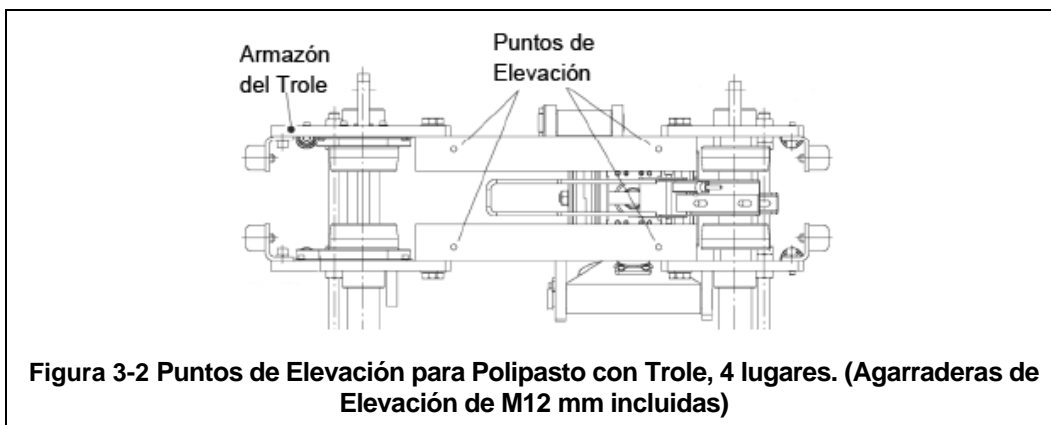
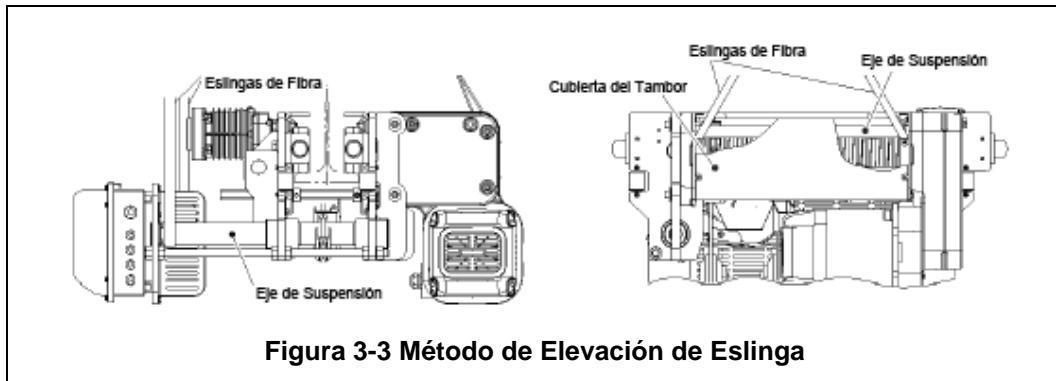

Figura 3-2 Puntos de Elevación para Polipasto con Trole, 4 lugares. (Agarraderas de Elevación de M12 mm incluidas)
Figura 3-3 Método de Elevación de Eslinga
- 3.2.2 Puntos de Elevación – Cuando un pallet no es práctico, el uso de los puntos de elevación RY o el armazón del trole son aceptables. El polipasto con trole RY está equipado con agarraderas de elevación roscadas en los tubos horizontales (consulte la **Figura 3-2** y la **Figura 3-3**). Mientras levanta, **NO** apoye el polipasto con trole de ninguna otra manera.